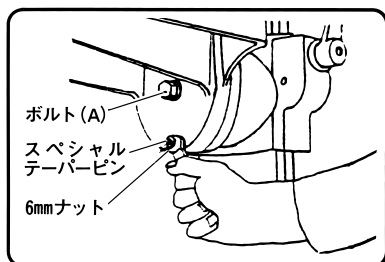

図 7
- (1) 6mmナットを締め込み、スペシャルテーパーピンを抜きます。(図7)
- (3) テーブル角度調整後、ボルト(A)を締付けテーブルを固定してください。(図7) スペシャルテーパーピンは、なくさないよう保管してください。
- (1) テーブルの刻印線を目盛「0」に合わせ、抜いておいたスペシャルテーパーピンを軽くたたいて打込んでください。
- (2) 次にボルト(A) (図7参照) を締付けます。
- (3) 最後にスペシャルテーパーピンが抜けない程度に6mmナットを軽く締めておいてください。